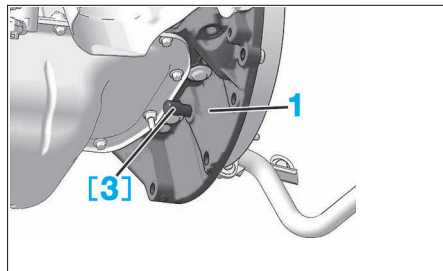

FIG. 5
- Mettre l'outil [3] dans le trou situé dans le carter chapeau du vilebrequin (1) pour immobiliser le volant moteur (Fig.5).